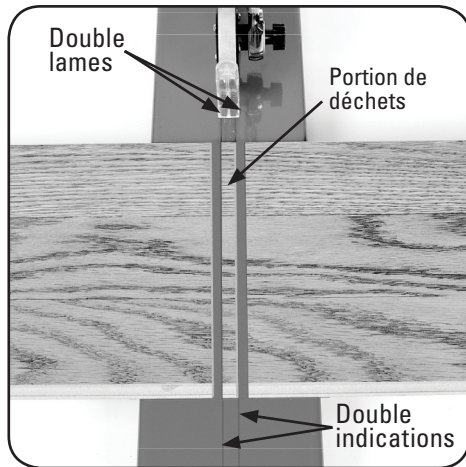

Figure B-1
3. Le Floor Boar est équipé d'un système de lame double. Aligner votre ligne de coupe en s'assurant que la ligne de coupe marquée s'aligne. Les deux lignes directrices situées sur la base fournissent une référence pour le surplus de matériel à coupé et peuvent également servir de guide pour maintenir votre coupe droite. Assurez-vous de placer le côté à utilisé en dehors des lignes directrices, avec la «portion de déchets» entre les lames (**Figure B-1**).